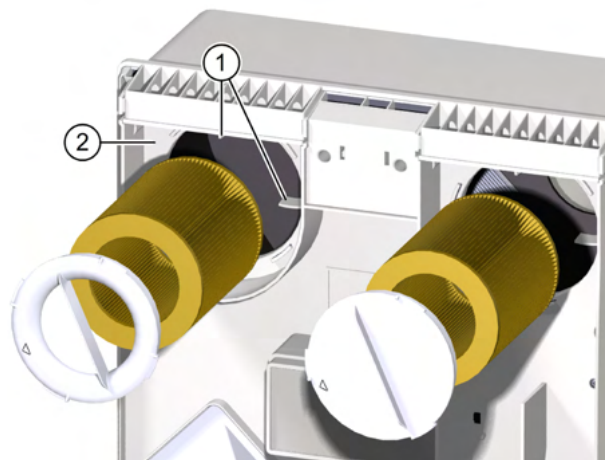

Abb. 21: Filter einsetzen
- ▶ Achten Sie darauf, dass der Filter in die vier Haltenasen (Pos. 1 in Abb. 21) an der Rückwand des Lüftungsgeräts gleitet.
- ▶ Setzen Sie den Filterring auf den Abluffilter auf. Achten Sie darauf, dass der Filterring plan auf der Zwischenplatte (Pos. 2 in Abb. 21) aufliegt.